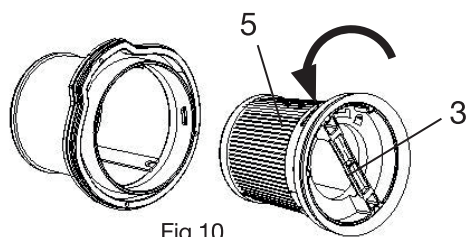

Fig 10
Retirez le filtre Hepa (5) (Fig 10) du bloc de filtration en le saisissant par la languette (3) et en le tournant légèrement dans le sens inverse des aiguilles d'une montre vers le symbole  (déverrouillé) pour l'extraire (fig 10).